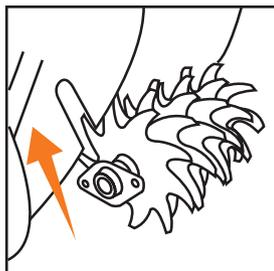

Рис. 34
- Установите левую сторону вала в корпус скарификатора (Рис. 34).